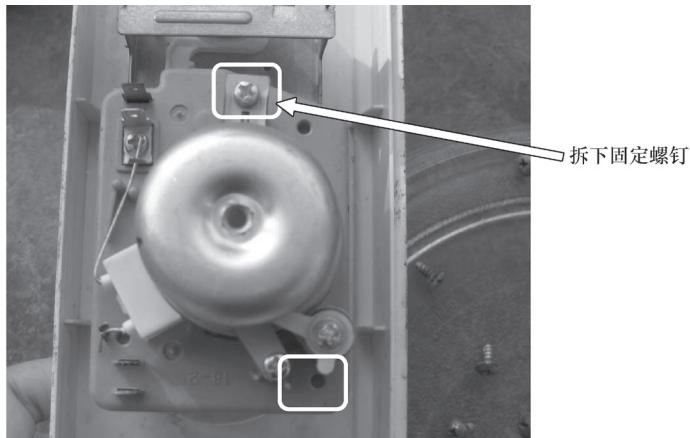

图 7-10 将固定定时器的螺钉拆下
3) 拆下固定定时器的螺钉, 取出定时器, 如图 7-10 所示。
经检查定时器连线正常，调节定时器上的三颗固定螺钉，如图 7-10 所述。